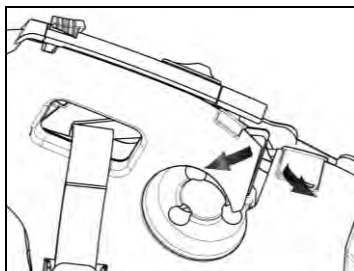

Fig. 16
- Extraer la protección plástica de la almohadilla (Fig. 16).